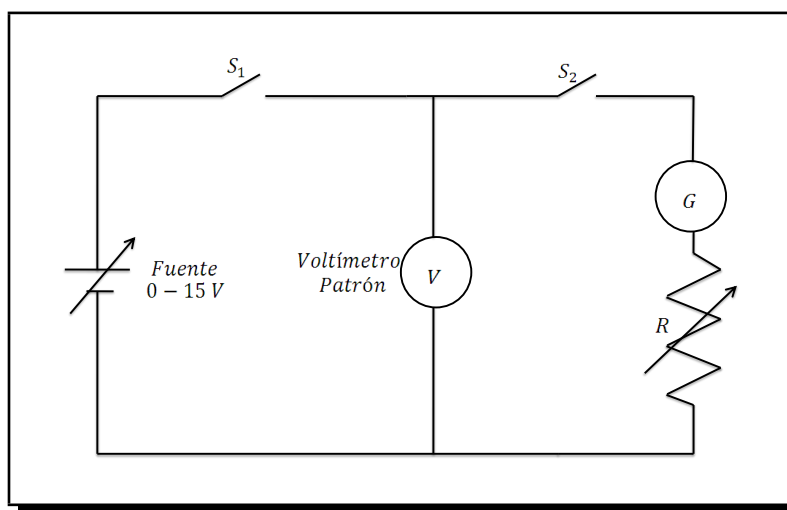

Figura 3.21: Circuito para convertir un galvanómetro en un voltímetro
- Realizar el montaje indicado en la Figura 3.21 y ajustar el valor de  $R_m$  calculado en la década de resistencia  $R_1$ . Con voltaje nulo en la fuente cierre los interruptores  $S_1$  y  $S_2$  y proceda a aumentar gradualmente el voltaje, desde cero hasta llevar el galvanómetro al fondo de escala.